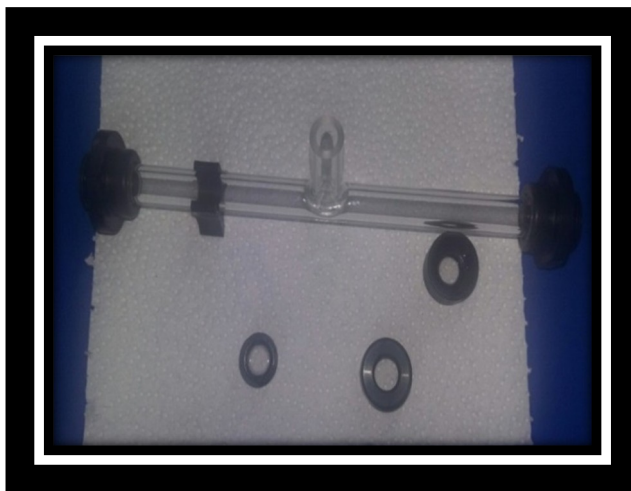

Figura 20
- 6.4.5 La celda se debe desarmar una vez por semana para poder lavar detenidamente todas las piezas, se lavan solamente con agua purificada y luego se secan con un paño seco, dejando escurrir el agua sobre un mayordomo (Figura 20).